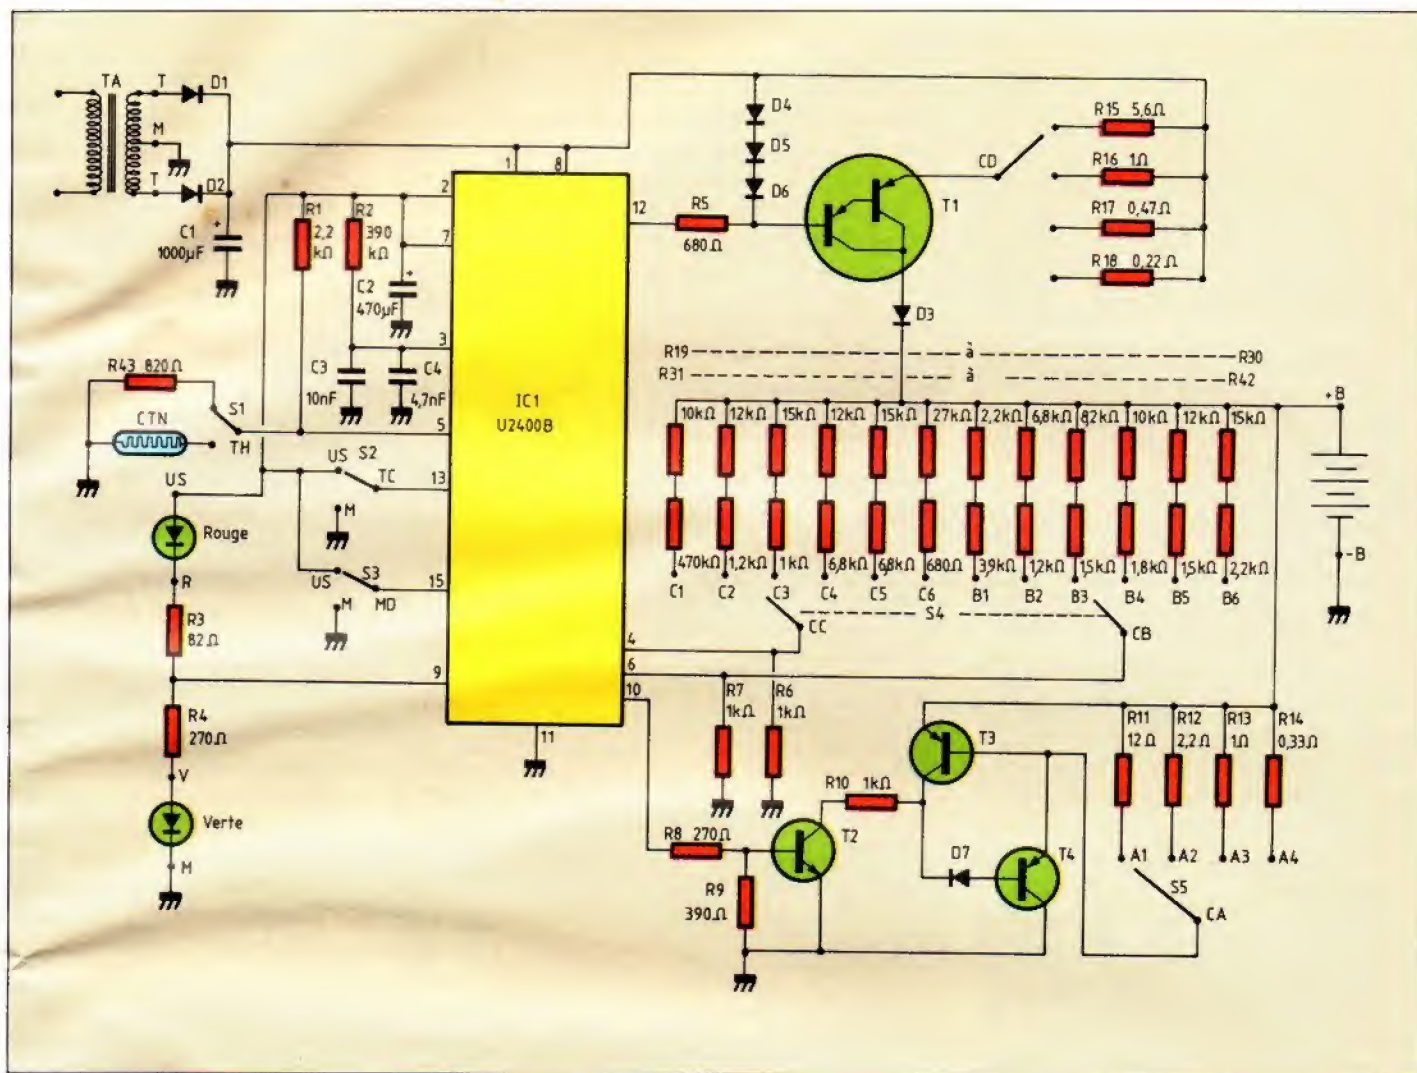

Fig. 4. – Schéma de notre chargeur.
Le schéma complet du montage vous est présenté figure 4. Il s'écarte un peu de celui proposé d'origine par Telefun-
- un commutateur de tension de batterie qui sert à définir la tension nominale de la batterie à charger et qui regroupe les sections B et C de la figure 4 ;
- un commutateur de capacité, à placer sur la valeur indiquée sur la batterie, et qui regroupe les sections A et D de cette même figure 4.